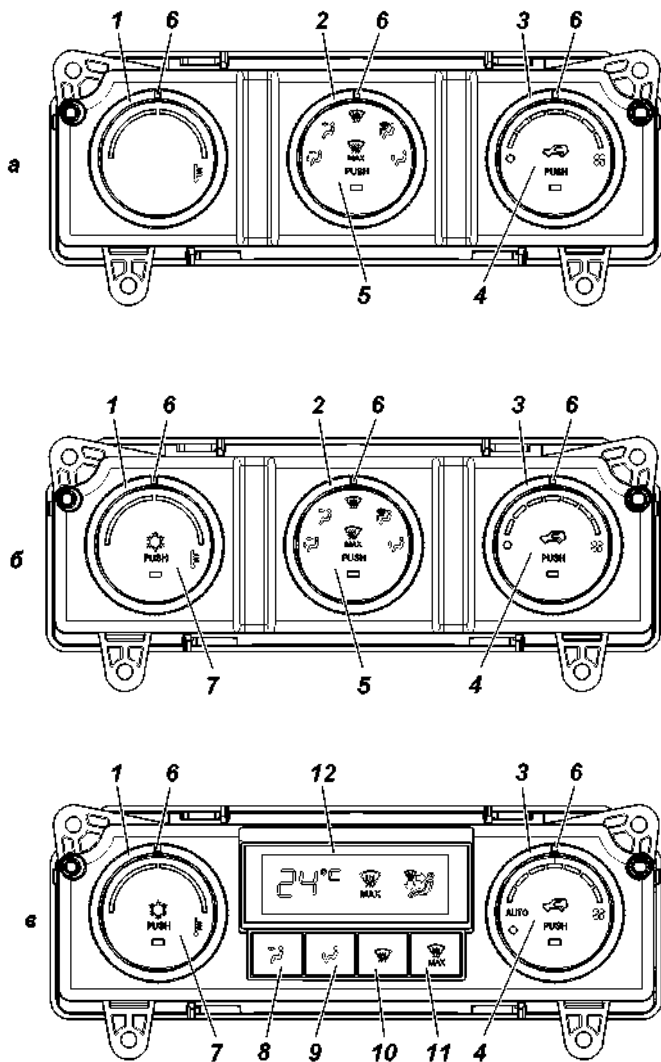

Рис. 3.35. Пульт управления отопителем:
Пульт диагностирует ошибки и сообщает водителю об этом, путем включения на 10 с с частотой 1 Гц светового индикатора расположенного в кнопочном переключателе 4 (рис. 3.35 а,б,в) при каждом включении зажигания.
*Пульт управления (рис. 3.35)*
Диапазон управления: LO, 19 °С ~25 °С, Hi с шагом 1 °С (рис. 3.35 в).
LO – режим управления максимальным охлаждением (рис. 3.35 в);
Hi – режим управления максимальным нагревом (рис. 3.35 в).
**2 – поворотный переключатель распределения потоков воздуха** (рис. 3.35 а, б).
Положение «Auto» (рис. 3.35 в): для достижения желаемой температуры система будет управляться автоматически.
**4 – кнопочный переключатель режима «приточный воздух-рециркуляция»** (рис. 3.35) со световым индикатором.
**7 – кнопочный переключатель режима кондиционирования** (рис. 3.35 б,в) со световым индикатором.
С помощью поворотного переключателя 3 (рис. 3.35) можно установить необходимую скорость потока воздуха, поступающего в салон через дефлекторы и воздуховоды. Для уменьшения попадания в салон через неплотности пыли и наружного воздуха с нежелательной температурой рекомендуется всегда включать вентилятор не ниже 3-й скорости. При увеличении количества пассажиров в салоне рекомендуется увеличить скорость вентилятора для исключения возможного запотевания стекол.
#### *Режимы работы пульта (рис. 3.35)*
При вращении переключателя вентилятора 3 (рис. 3.35) в пределах делений 1 и 8, система включается на ручную регулировку, и скорость вентилятора повышается на одно деление вверх и вниз в пределах делений.
**Режим «AUTO»** включается выключателем 3 (рис. 3.35 в) в положении «**auto**».
подмешивания так, что выставленная поворотным переключателем 1 (рис. 3.35 в) температура поддерживается автоматически. Датчик температуры в салоне расположен только в консольной части панели приборов, поэтому автоматический контроль поддерживает заданную температуру только в зоне пояса водителя и переднего пассажира. Для обеспечения комфортных условий задних пассажиров используйте «Ручной режим». При этом можно вручную (кнопками режимов 8, 9, 10) задать нужное распределение потоков воздуха.
Включение кондиционера производится нажатием кнопки 7 (рис. 3.35 б,в).
**ВНИМАНИЕ!** При длительной работе кондиционера на холостом ходу двигателя и при движении в тяжелых условиях с нагрузкой на двигатель близкой к максимальной, с целью исключения перегрева двигателя, возможны частые отключения компрессора кондиционера со снижением эффективности охлаждения салона. Для повышения эффективности работы кондиционера при данных условиях эксплуатации, рекомендуется уменьшить скорость вентилятора климатической установки поворотом переключателя 3 (рис. 3.35) и установить минимальную температуру воздуха поворотом переключателя 1, дополнительно включить режим «рециркуляции воздуха».